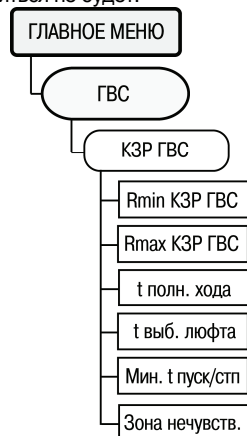

Рисунок 6.21
6.12.15 Для задания параметров КЗР теплообменника ГВС служит пункт меню **//ГВС/КЗР ГВС** (рисунок 6.21).